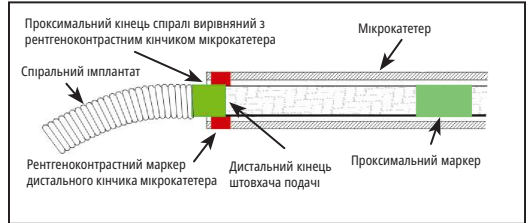

Рисунок 4 — Розташування маркерних смужок для від'єднання
26. Просувайте спіраль у потрібне місце, доки рентгеноконтрастний маркер на штовхачі подачі не буде вирівняний або трохи зміщений в дистальному напрямку від дистального рентгеноконтрастного маркера кінчика мікрокатетера, розташовуючи зону від'єднання безпосередньо за кінчиком мікрокатетера. Див. Рисунок 4.